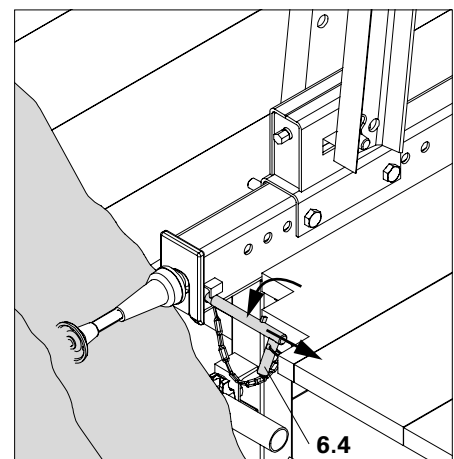

Fig. B4.01a
9. Pull out securing pins (6.4). (Fig. B4.01a)